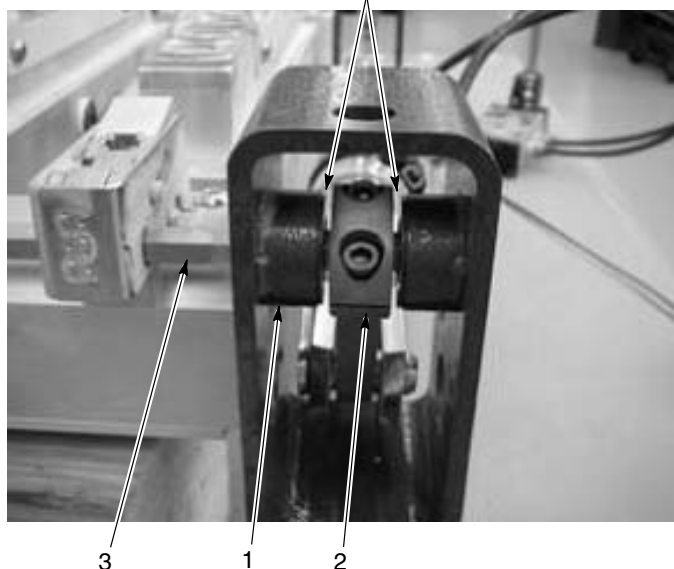

Figura 8-3 Poziția levierului - Pasul 4
4. A se vedea Figura 8-3. Dacă toate dispozitivele de blocare au fost scoase de pe arborele hexagonal, împingeți sau trageți de arborele hexagonal (4) pentru a centra levierul (2) în jugul (1) înainte de a strânge șurubul pentru a fixa dispozitivul de blocare de arborele hexagonal.